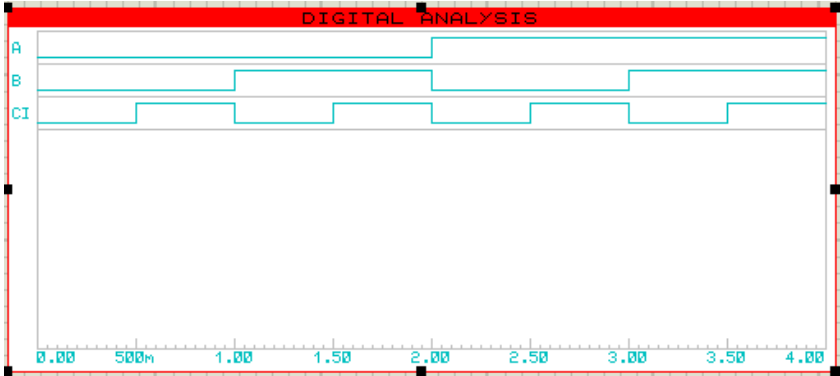

图 10 数字分析图表
(5) 将表示 S 的最小项输出接入 74LS20 其中一个与非门的输入端。
(6) 将表示 CO 的最小项输出接入 74LS20 另一个与非门的输入端。
(7) 将 S 和 CO 的数据变量分别接入两个 74LS20 的输出端。
(8) 将 74LS138 管脚 4、5 设置为低电平，将管脚 6 设置为高电平。
(9) 放置输入源。输入端放置 DCLOCK 型激励源。双击打开其编辑框，对其参数值进行修改。本实验中，输入 A 的周期设置为 4s，输入 B 的周期设置为 2s，输入 CI 的周期设置为 1s。
(10) 放置探针。因为要分析 S 和 CO 输出信号情况，所以需放置两个探针在输出端。单击工具栏中的探针按钮，在输出端放置电压探针 VOLTAGE。激励源发生器自带一个探针，所以输入端不需要额外添加探针。为了分析方便，右击探针打开编辑对话框，可在编辑框中对探针名称进行编辑。
(11) 单击工具箱中的图表仿真按钮 进入图表模式，在对象选择器出现的图表列表中选择数字分析图表 DIGITAL，鼠标指向编辑窗口，按下左键拖出一个方框，松开左键确定方框大小，将数字分析图表加载在原理编辑图中。
(12) 添加探针到图表。选中图标，单击右键，选择“Add Traces...”，在“Probe P1”的下拉菜单中选择 A，点击 OK。然后重复上述步骤图 10 为添加完 B、CI、S 和 CO 的结果。